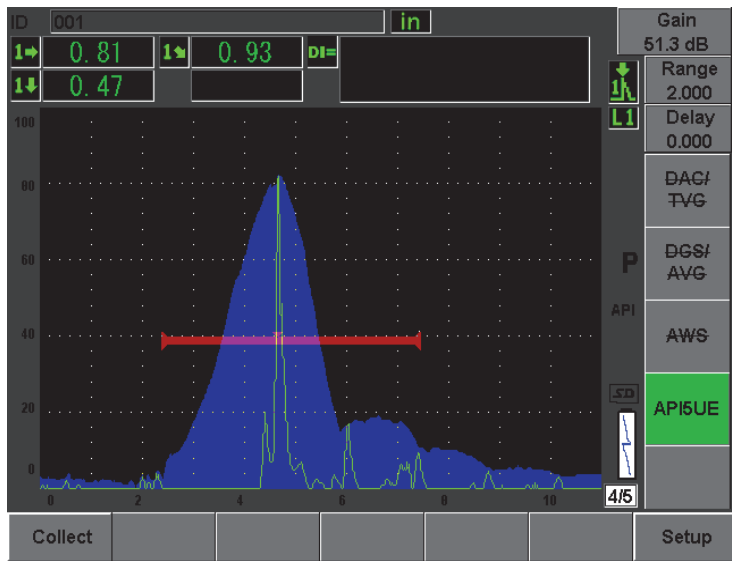

图 12-23 在包络模式下采集校准数据
4. 按 **[P1]**，从包络上收集 $A_{\max}$ （最大波幅）、 T_1 、 T_2 数据（参见第 256 页的图 12-23）。